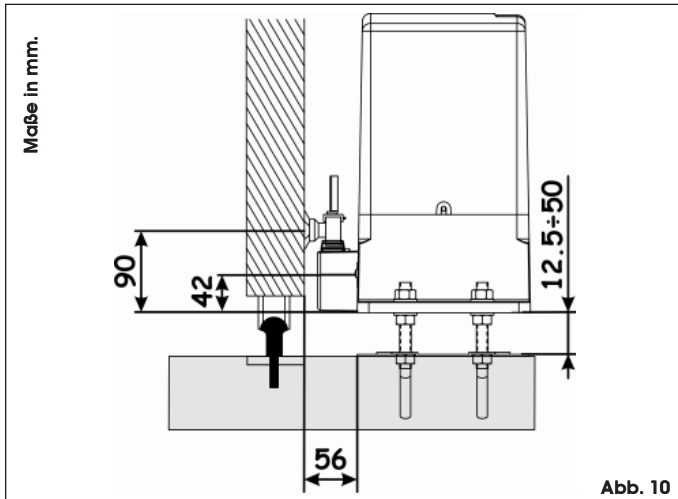

Abb. 10
3. ie Höhe des Getriebemotors und den Abstand zum Tor unter Bezugnahme auf die Maße in Abb. 10 einstellen.